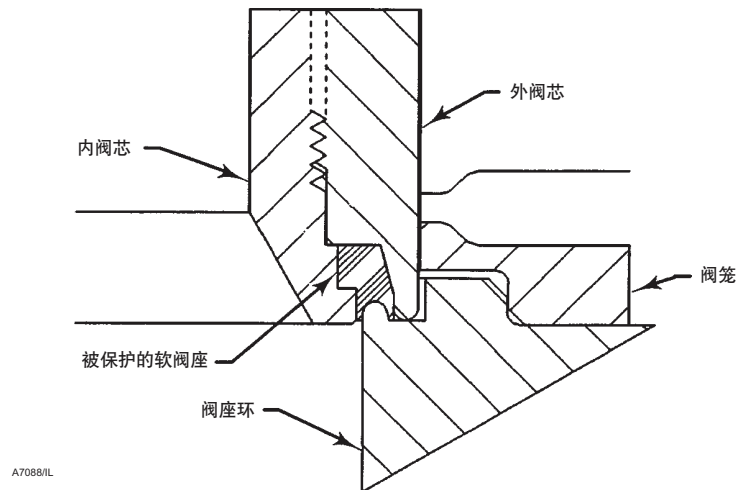

图 6. TSO (严密关断阀内件), 被保护的软阀座详图
8. 对于 TSO (严密关断) 型阀内件结构, 按以下步骤进行 (见图 6 和 7):
5. 对于 TSO (严密关断) 阀内件结构, 按以下步骤进行 (参见图 6 和 7) 安装。